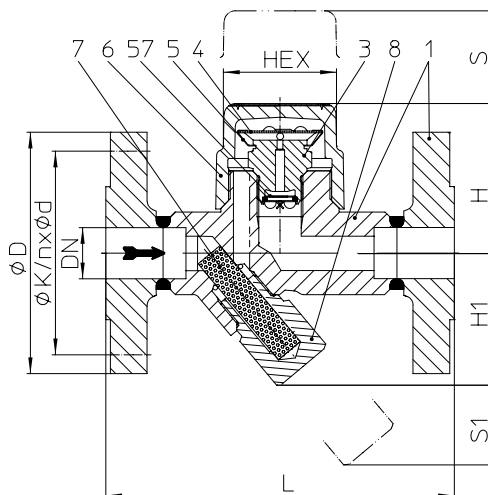

Fig. 612....1 mit Flanschen
<ul style="list-style-type: none"> <li>• Thermischer Kondensatableiter mit korrosionsbeständiger, wasserschlagfester Membrankapsel</li> <li>• Rückflusssicherung (nicht bei Regler R5)</li> <li>• mit innenliegendem Sieb - Fig. 610 / mit außenliegendem Sieb - Fig. 612 (Y)</li> <li>• Einbaulage beliebig, optimale Filterwirkung bei waagrechtem Einbau</li> <li>• Optimiertes Armaturendesign für Schnellmontage</li> <li>• Servicevorteil durch dichtungsfreie Bauweise</li> </ul>